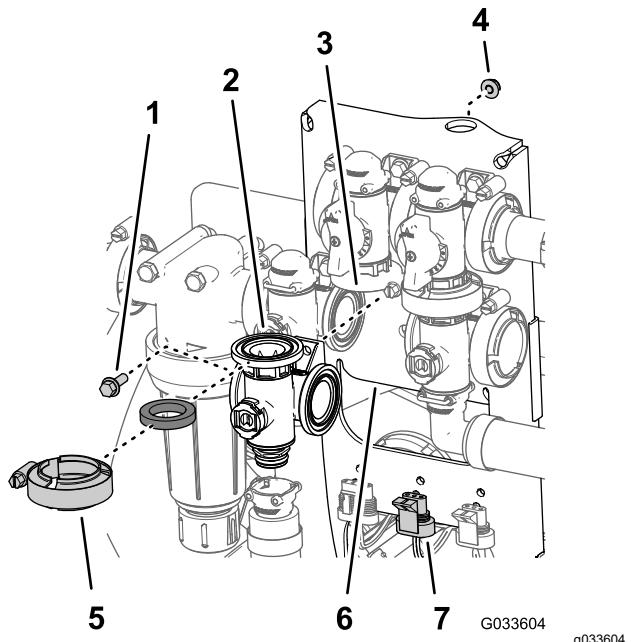

Bild 127
1. Fluchten Sie den Flansch des Rührwerkventilverteilers, eine Dichtung und den Flansch des Rührwerk-Sicherheitsventils aus (Bild 127).
9. Befestigen Sie das Rührwerkventil mit der Bundkopfschraube und der Sicherungsbundmutter (Bild 127), die Sie in Schritt 3 von Entfernen des Rührwerkverteilerventils (Seite 83) entfernt haben, an der Ventilhalterung und ziehen Sie